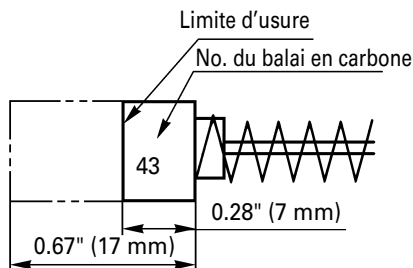

Fig. 16
4. Contrôle des balais en carbone (Fig. 16)
Utiliser le balai en carbone HITACHI No. 43 indiqué sur la Fig. 16.